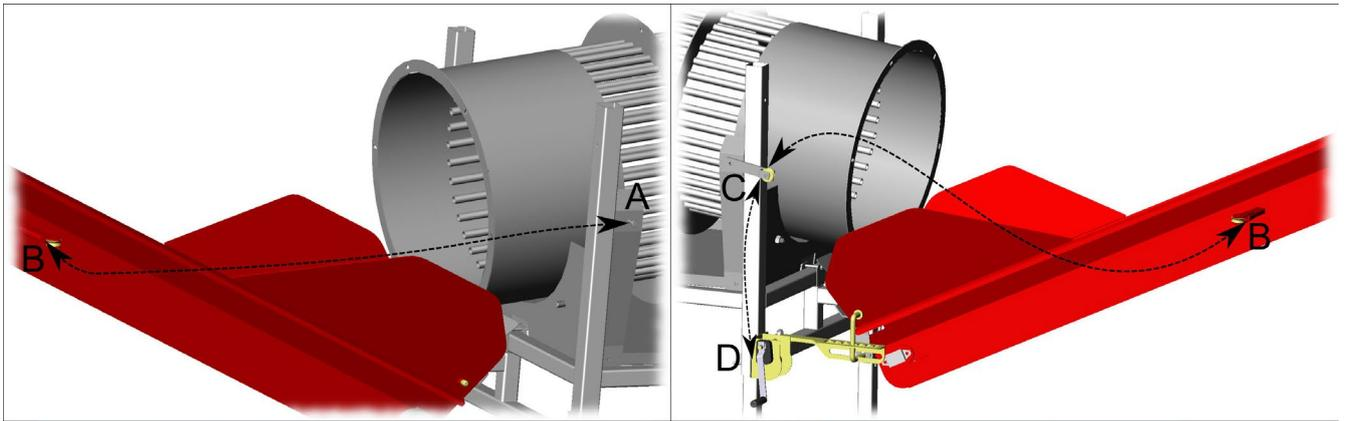

Abb. 5.
- Befestigen Sie die Seilschleife an der Schraube A (Abb. 5).
- Ziehen Sie das Seil hinter den Rollen am Rohr B durch den Förderer (Abb. 5).
- Führen Sie das Seil über die Rolle C (Abb. 5) zur Winde D (Abb. 5).